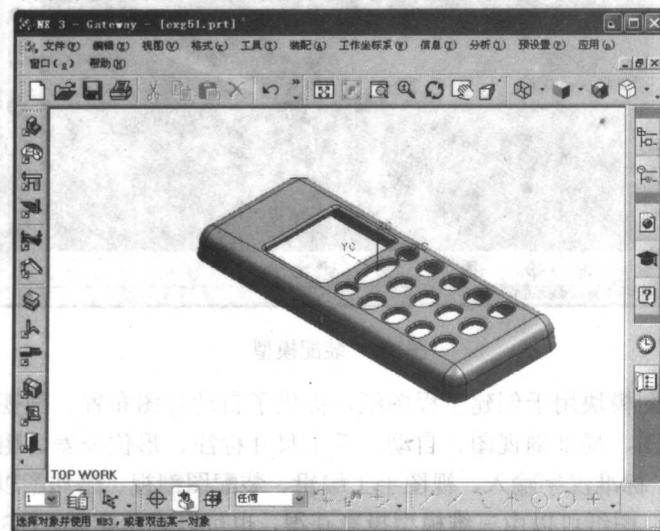

图 1.6 特征模型
- 特征建模。特征建模模块完成基于约束的特征建模，所建立的实体特征可以参数化，其尺寸大小和位置可以进行编辑。UG 特征建模模块提供了各种标准设计特征的生成和编辑、各种孔、键槽、凹腔、方形、圆形、异形、方形凸台、圆形凸台、异形凸台、圆柱、方块、圆锥、球体、管道、杆、倒圆、倒角、模型抽空产生薄壁实体、模型简化 (Simplify)、用于压铸模设计、实体线、面提取、用于砂型设计、拔锥、特征编辑（如删除、压缩、复制、粘贴等）、特征引用、阵列、特征顺序调整和特征树等工具。UG 创建的特征模型如图 1.6 所示。